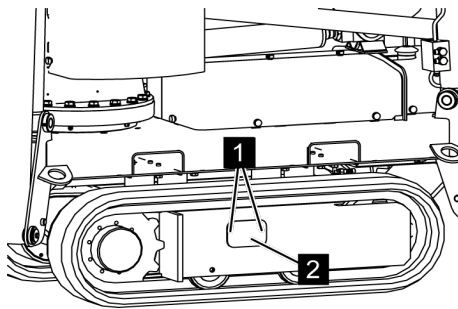

Fig. 99: Enlever le couvercle
2. → Desserrer les vis (Voir la Fig. 99/1) et enlever le couvercle (Voir la Fig. 99/2).